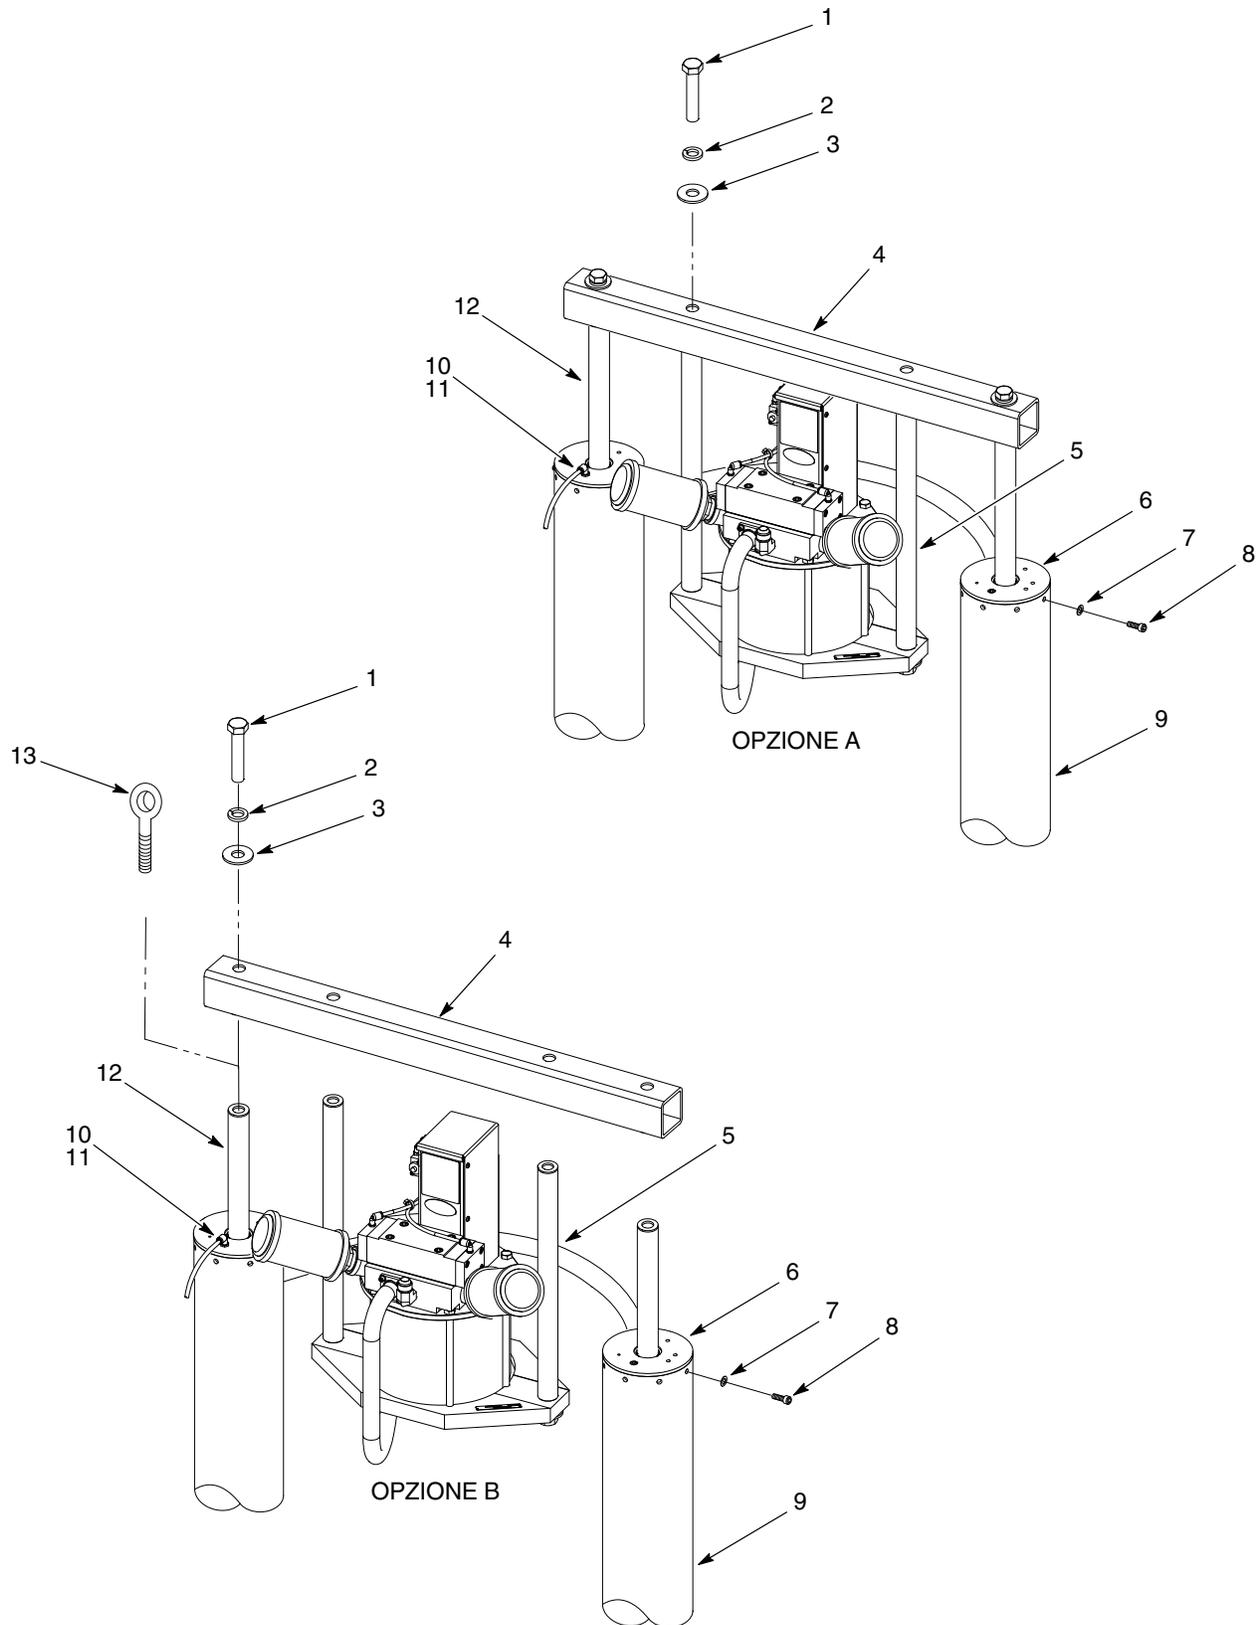

Figura 2 Rimozione degli alberi dei cilindri
1. Vedi figura 2, opzione A. Togliere le viti (1), le rondelle elastiche di sicurezza (2) e le rondelle piatte (3) che fissano il tubo di collegamento (4) alle aste di montaggio (5).
2. Scollegare i tubi (10) dal raccordo (11).
3. Togliere le viti senza dado (8) e le rondelle (7) dai cilindri pneumatici (9). Prendere nota dell'orientamento delle teste dei (6).
4. Applicare il dispositivo di sollevamento alla sezione mediana del tubo di collegamento (4) e rimuovere entrambi gli alberi dei cilindri (12) dai cilindri pneumatici (9).
1. Vedi figura 2, opzione B. Togliere le viti (1), le rondelle elastiche di sicurezza (2) e le rondelle piatte (3) che fissano il tubo di collegamento (4) alle aste di montaggio (12) e agli alberi dei cilindri (5).
4. Avvitare i bulloni con occhiello da $\frac{7}{8}$ 14 (13) in ciascun albero del cilindro (12). Applicare il dispositivo di sollevamento ad un bullone con occhiello. Con il dispositivo di sollevamento rimuovere l'albero del cilindro dal cilindro pneumatico (9). Rimuovere l'altro albero del cilindro nello stesso modo.
- rondelle piatte (14)
- rondelle elastiche di sicurezza (15)
- vite dell'albero (16)
- Stringere ogni vite (16) a 250 ft-lb (339 N•m).
- Lubrificare la guarnizione del pistone (11) con lubrificante per o-ring.
- Inserire con cautela l'albero del cilindro (7) nel cilindro pneumatico (19) finché esce dal basso. Montare l'altro albero del cilindro nello stesso modo.
- Orientare le teste dei cilindri (4) in base alle note prese durante lo smontaggio.
- Montare ogni testa del cilindro (4) in un cilindro pneumatico (19). Montare le rondelle (17) e le viti senza dado (18) in ciascun cilindro. Serrare tutte le viti (16) a 10-15 ft-lb (14-20 N•m).
- Collegare il tubo dell'aria (20) al raccordo (21).
- Montare qualsiasi dispositivo o braccio che era stato smontato dalla sommità della testa del cilindro (4).
- Vedi figura 2, opzione B. Applicare Loctite 242 sui filetti delle viti (1). Montare la barra sopraelevata (4) sugli alberi dei cilindri (12) e le aste di montaggio (5) usando le viti, le rondelle elastiche di sicurezza (2) e le rondelle piatte (3). Stringere le viti a 250 ft-lb (339 N•m).